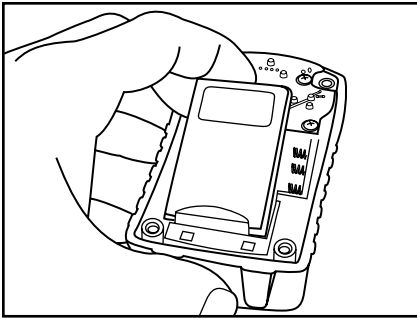

Fig. 33
3. Retirer le bloc-piles ion-lithium en le faisant glisser vers le bas du détecteur et en le tirant vers l'extérieur, ou retirer les piles AAA du cadre (Fig. 33 et 34).